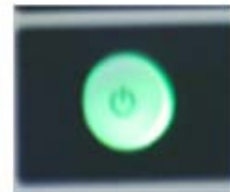

图 3-1 6362D 电源插座 图 3-2 6362D 后面板电源开关 图 3-3 6362D 前面板电源开关
**步骤 1. 连接电源线：**用包装箱内与光谱分析仪配套的电源线或符合要求的三芯电源线一端接入光谱分析仪的后面板电源插座（如图 3-1），电源插座旁标注光谱分析仪要求的电压参数指标，提醒用户使用的电压应该符合要求。电源线的另一端连接符合要求的交流电源；